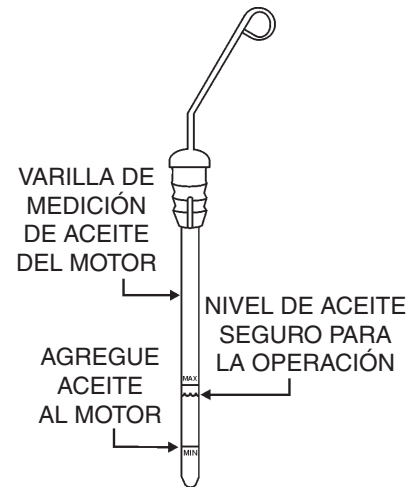

Figura 9. Nivel de la varilla de medición de aceite del motor
3. Revise el nivel de aceite que aparece en la varilla (Figura 9).